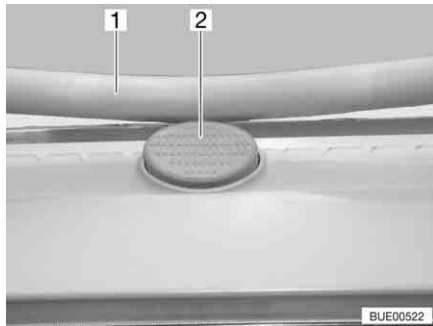

Bild 80 Låsknapp på Heki-takluckan
- Tryck på låsknappen (Bild 80,2) och dra ner bygel (Bild 80,1) med båda händerna.
- Tryck bygel uppåt med båda händerna tills bygel ligger ovanför låsknappen (Bild 80,2).